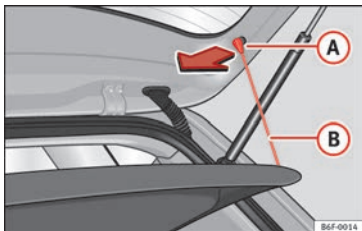

Fig. 165 Nel bagagliaio: smontare e montare il ripiano.
- Sganciare i tiranti di sostegno » **fig. 165** **B** dagli alloggiamenti **A**.
- Agganciare i tiranti di sostegno » **fig. 165** **B** nel portellone posteriore.